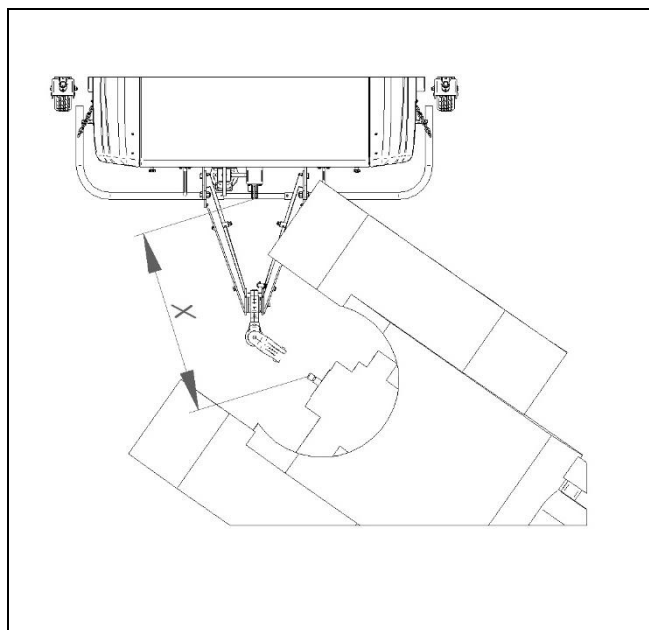

Рис. 42. Укорачивание вала – минимальное расстояние
- измерьте расстояние (X) между валом ВОМ трактора и валом отбора мощности машины (Рис. 42),